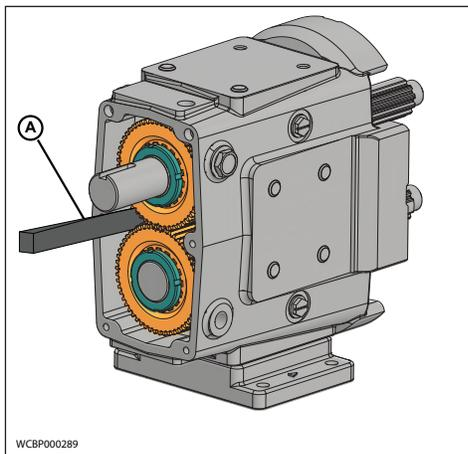

Abbildung 70 - Wellendrehung blockieren
1. Verhindern Sie durch Einsetzen eines Keils zwischen den Zahnradern, dass sich die Wellen drehen (Abbildung 70, Pos. A).